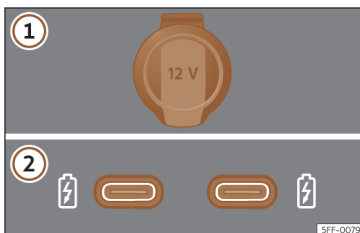

Fig. 161 Tomadas de corrente de 12 Volts do veículo
>>> Fig. 161
Em função do equipamento e do país, o veículo pode dispor também de conectores USB com função **exclusivamente de carga ou tomada de corrente** >>> Fig. 161 ②.